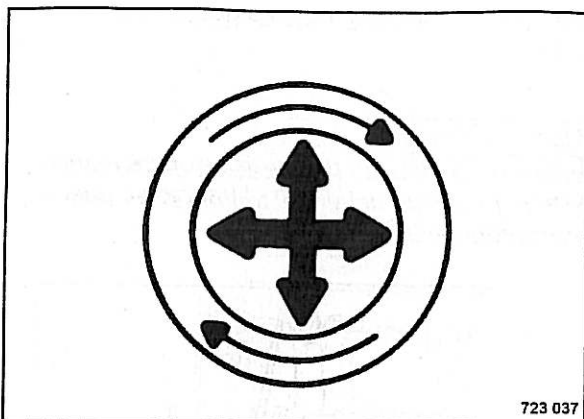

Fig. 131
- Soltar el elemento filtrante principal (Fig. 131) con mucho cuidado.
El elemento filtrante principal está posicionado precisamente sobre el tubo de salida así procurando una obturación por la parte interior de la tapa del filtro. Retirar el elemento filtrante principal con mucho cuidado para reducir la liberación de la cantidad de polvo. Para soltar la obturación hay que tirar el elemento filtrante principal con mucho cuidado hacia abajo y los lados o girarlo (Fig. 131).